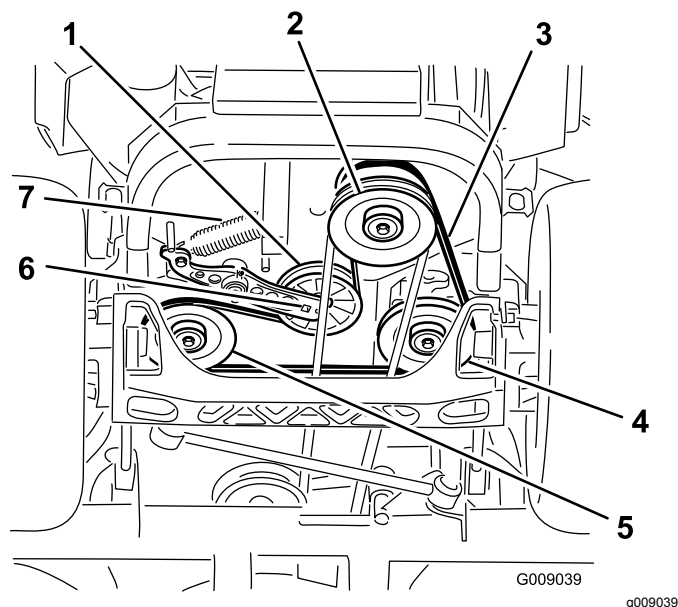

Figura 75
4. Levante la máquina y apóyela sobre gatos fijos (Figura 75).
5. Utilice una llave de carraca en el taladro cuadrado del brazo tensor para retirar el muelle tensor (Figura 75).
6. Desenganche el muelle de la polea tensora del bastidor (Figura 75).
9. Utilizando la llave de carraca en el taladro cuadrado del brazo tensor, instale el muelle tensor en el bastidor (Figura 75).